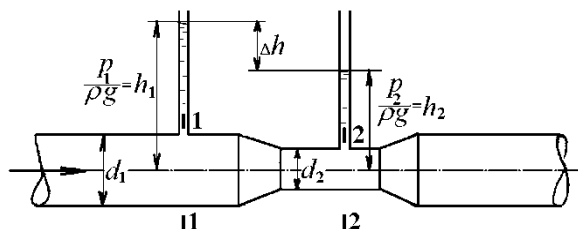

Рис. 6.1
6.1. Вода движется в трубопроводе диаметром 100 мм с расходом 1,8 кг/с (рис. 6.1), как изменится показание прямого пьезометра в узком сечении, если диаметр узкого сечения 50 мм?
6.2. Вода движется в трубопроводе диаметром 100 мм со скоростью 0,2 м/с, (рис. 6.1). Как изменится показание прямого пьезометра в узком сечении, если диаметр узкого сечения 50 мм?